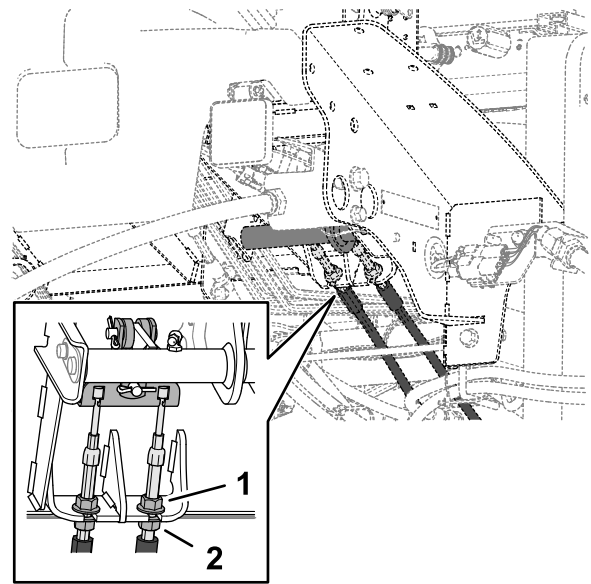

Figura 113
5. Para reducir el recorrido libre del pedal de freno, afloje las contratuercas delanteras del extremo roscado de cada cable de freno (Figura 113).